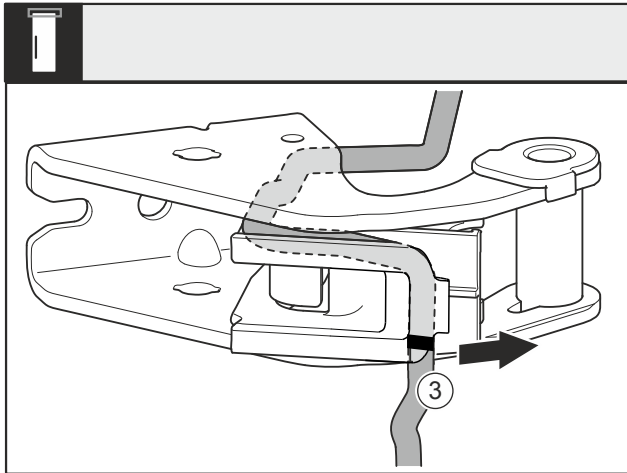

Fig. 16
- Kabel met de kabelhouder Fig. 16 (3) van het lagerboks demonteren.